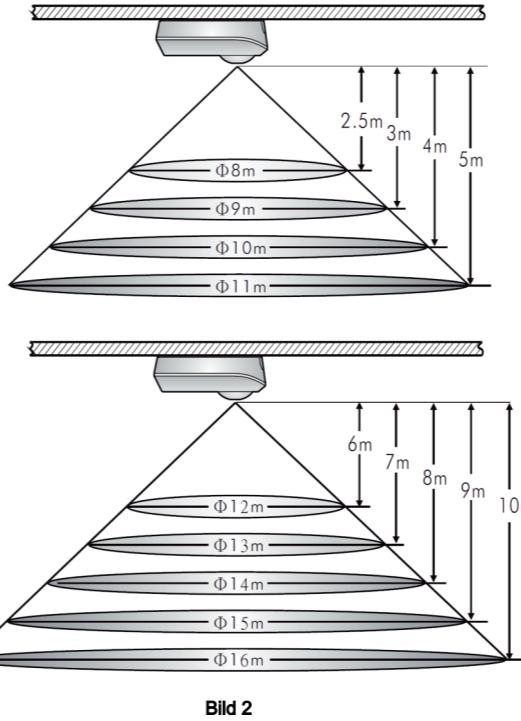

Bild 2
- 3.1.1 Es wird empfohlen den Melder in einer Höhe von 10 Metern zu montieren. Die Erkennungsabdeckung kann bis zu 16 Meter im Durchmesser betragen und deckt 360° ab. (Siehe Bild 2)